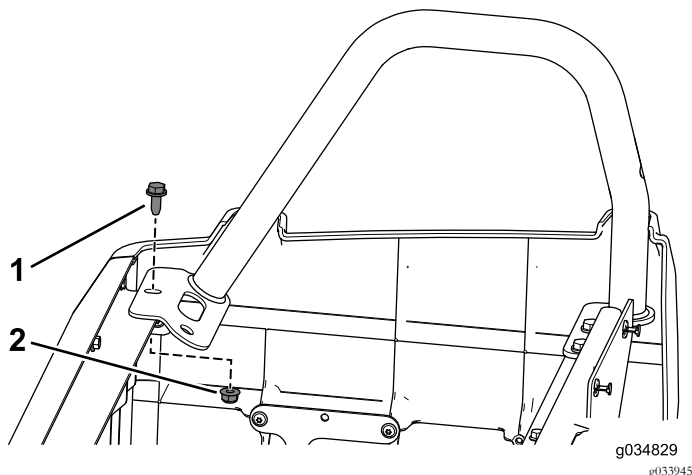

Figura 53
- Remova o parafuso flangeado dianteiro e a porca flangeada no suporte para as ancas direito (Figura 53).